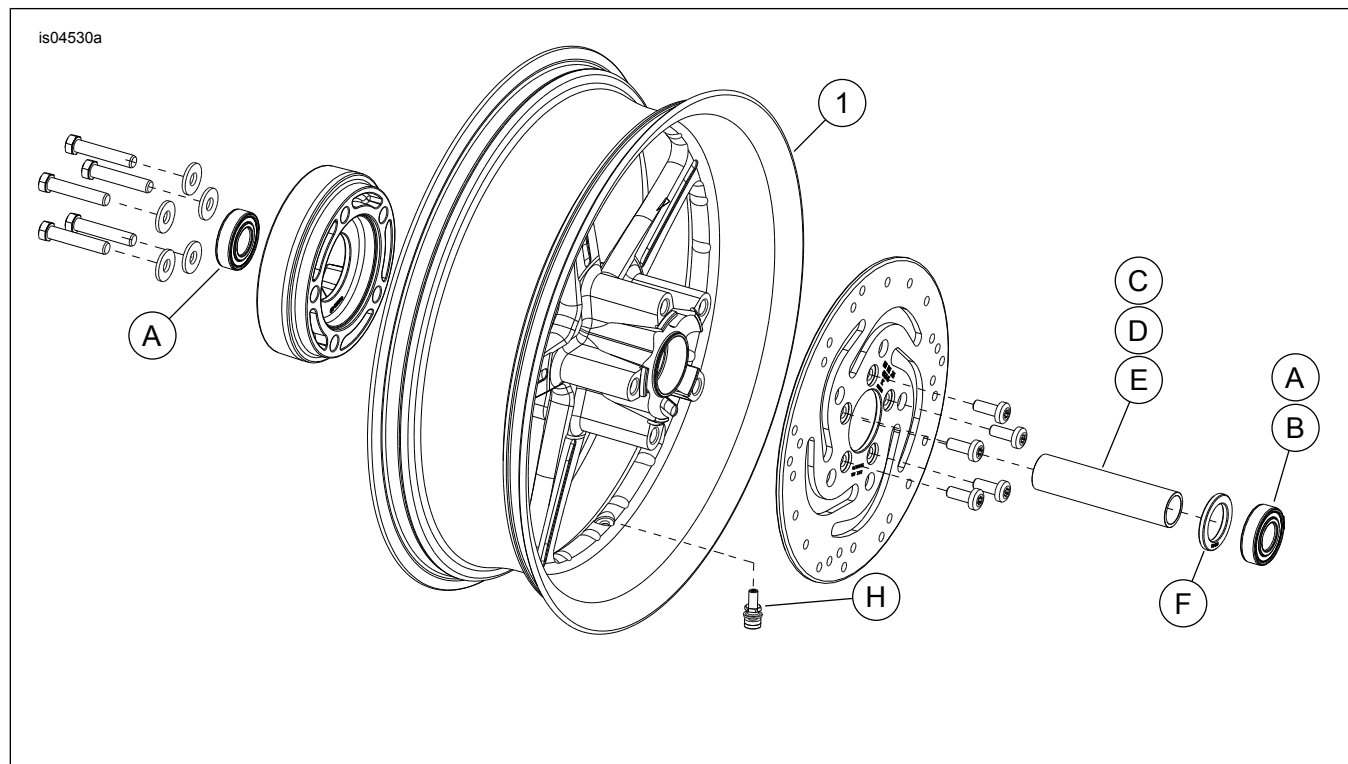

Abbildung 1. Ersatzteile: „Reactor“-Hinterräder
Siehe Abbildung 1 und Ersatzteiletabellen.
2. Siehe Abbildung 1. Die Ventilschaft-Baugruppe (H) gemäß den Anweisungen im Werkstatthandbuch am Rad einbauen.